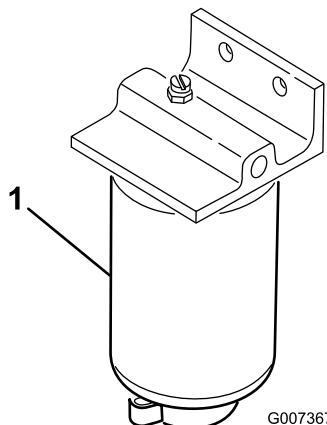

Figura 31
1. Coloque un recipiente limpio debajo del filtro de combustible (Figura 31).